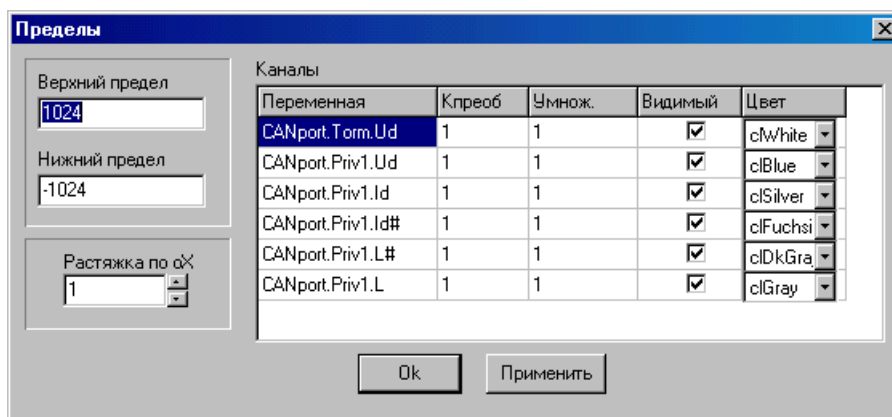

Рис. 2.5. Окно настроек осциллографа
2.4.7 Вызов команды, в разделе 2.4.6 приведет к выводу окна настроек, изображенного на рис. 2.5.